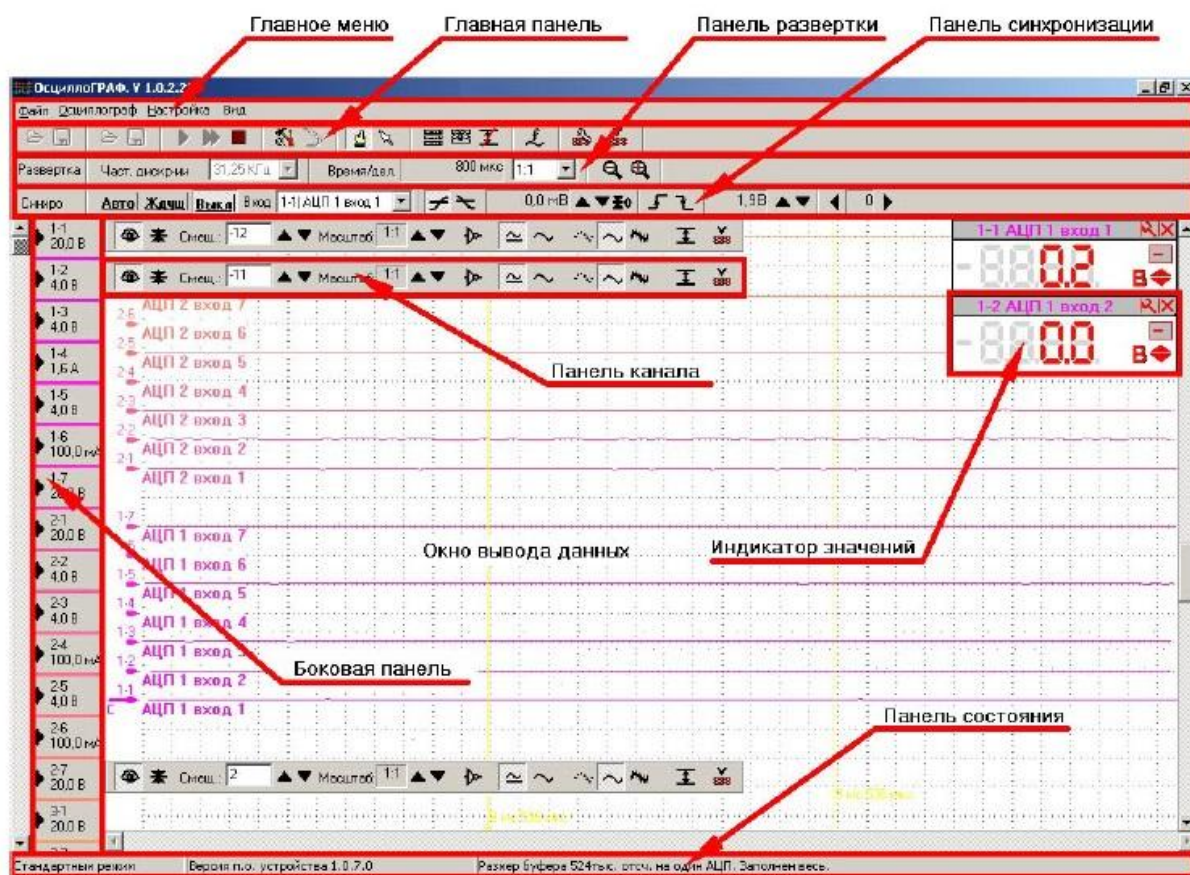

Рис. 3. Внешний вид главного окна программы
Главное окно программы отображения данных разделено на несколько зон (рис. 3):
- амплитуда сигнала в зависимости от времени ($Y(t)$). В этом режиме одновременно могут отображаться все задействованные каналы (рис. 3);